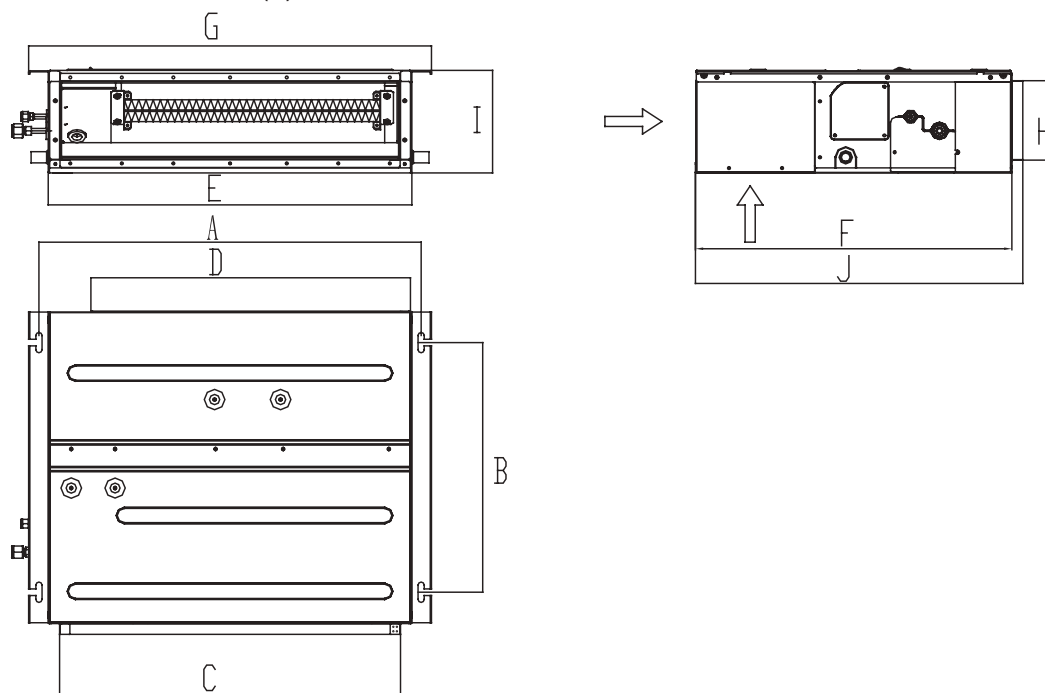

Рис. 9.8
9.2.4.3 Габаритные и установочные размеры внутренних блоков канального типа (тонкие) (рис. 9.8 и табл. 9.4).